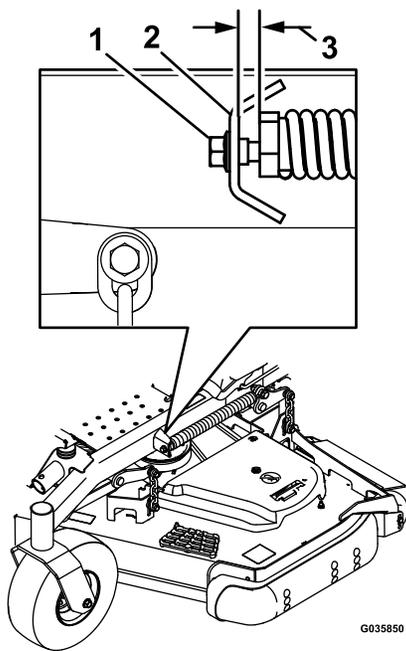

**Figura 83**
7. Compruebe el nivel longitudinal de la cuchilla (Figura 83). Asegúrese de que la punta de la cuchilla delantera está más abajo que la punta de la cuchilla trasera, como se muestra en *Altura de bloque y soporte*. Si se requieren ajustes, siga con este procedimiento.